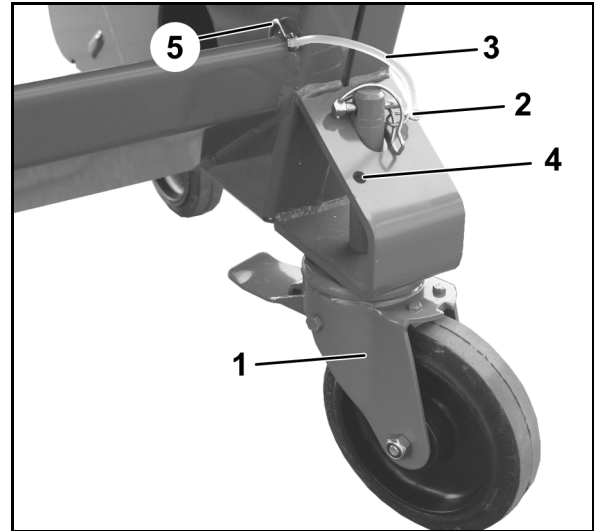
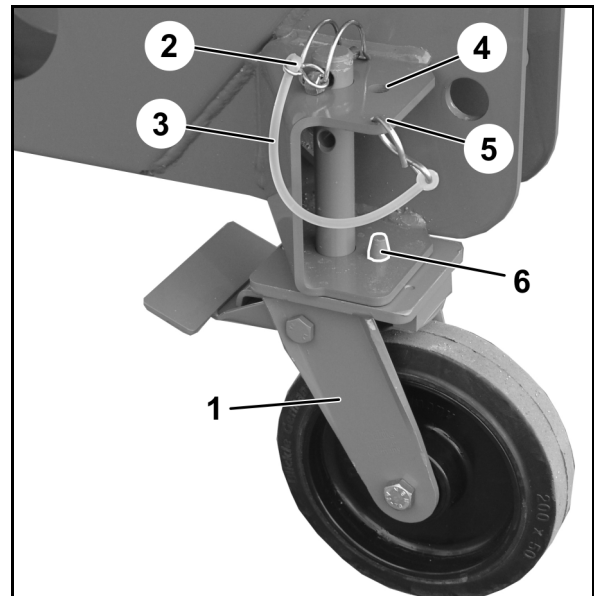

Fig. 9
Fig.10
- Fest låsepinnene med sikringsbånd (Fig. 9/3; Fig.10/3) til maskinen (Fig. 9/5, Fig.10/5).
5. **Styrbare hjul** **foran** (Fig. 9/1),
Faste hjul **bak** (Fig.10/1)
- o monteres, og sikres med låsepinner (Fig. 9/2, Fig.10/2), henholdsvis
Når transportrullene ikke benyttes, festes låsepinnene i parkeringsposisjon (Fig. 9/4; Fig.10/4).
Ved montering av de faste rullene må man passe på at boltene (Fig.10/6) går gjennom boringen i rammen slik at de holder rullen i lengderetning.